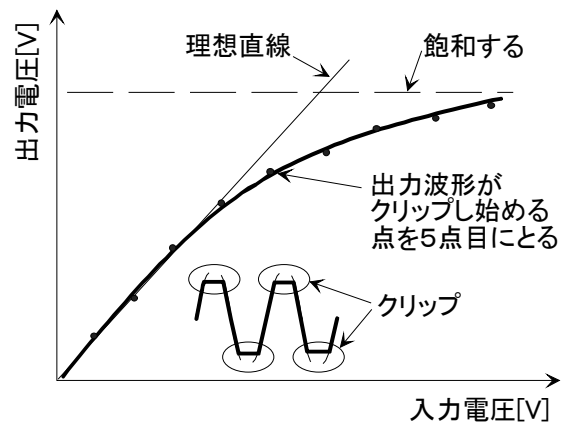

図9 入出力特性の測定結果
- (1) 周波数特性の測定結果より、発振器の周波数を平坦な周波数の範囲に設定する。10～100[kHz]の範囲が望ましい。
- (2) 発振器の出力電圧を変えて、オシロスコープで入力電圧と出力電圧を測定する。ただし、発振器の電圧表示とオシロスコープの電圧表示が異なる場合はオシロスコープの結果を測定値とすること。また、図9のように特性が飽和してくるので、測定点が10点前後になるように出力電圧を変える間隔を設定すること。
- (3) 横軸に入力電圧、縦軸に出力電圧をとり、方眼紙に図示すること。